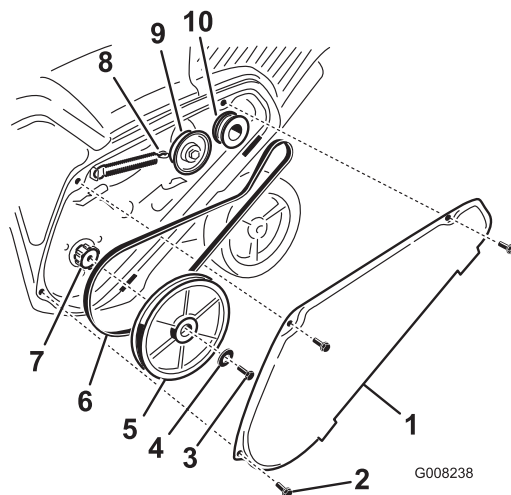

Figure 36
1. Enlevez le couvercle de la courroie d'entraînement après avoir retiré les 3 boulons comme illustré (Figure 36).
2. Décrochez le ressort de frein du bras de la poulie de tension pour détendre la courroie (Figure 36).
3. Enlevez la vis et la rondelle bombée qui retiennent la poulie de rotor (Figure 36).
4. Retirez la poulie de rotor et la courroie d'entraînement (Figure 36).
Remarque: Acheminez la courroie neuve autour de la poulie du moteur, puis de la poulie de tension, et enfin autour de la poulie de rotor desserrée, située juste au-dessus de l'arbre de rotor (Figure 36).
- Montez la poulie de rotor sur l'arbre de rotor (Figure 36).
- Montez la rondelle bombée et le boulon de fixation de la poulie de rotor, et serrez-les solidement (Figure 36).